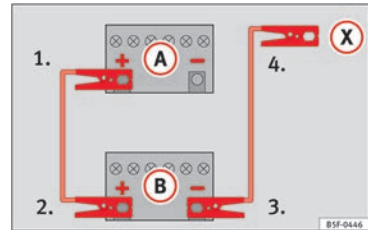

Abb. 77 Anschlussschema für Fahrzeuge ohne Start-Stopp-System.
mit der entladenen Fahrzeugbatterie (A) » Abb. 77.
3. Klemmen Sie das andere Ende des roten Starthilfekabels an den Pluspol (+) des stromgebenden Fahrzeugs (B).
4. Bei Fahrzeugen ohne Start-Stopp-System: ein Ende des schwarzen Starthilfekabels an den Massepunkt (-) des Strom gebenden Fahrzeugs (B) » Abb. 77 anklemmen.